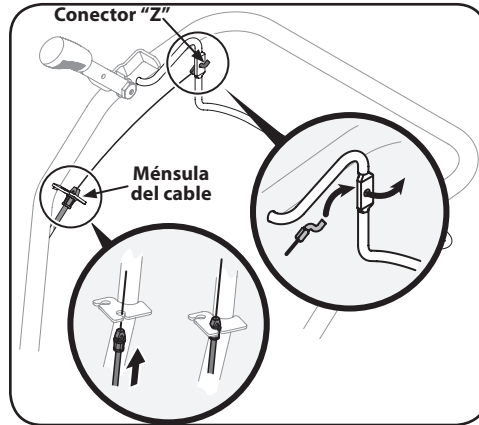

Figura 3-7
2. Tire el cable del embrague hacia adelante con el extremo negro montaje a través del orificio inferior del soporte del cable y empuje el conector del cable por el agujero hasta que la ranura en el conector encaje en su sitio. Vea la Figura 3-7.
3. Coloque el conector Z dentro del orificio en el enganche del embrague de marcha directa desde la parte exterior del enganche hacia el interior. Vea la Figura 3-7.